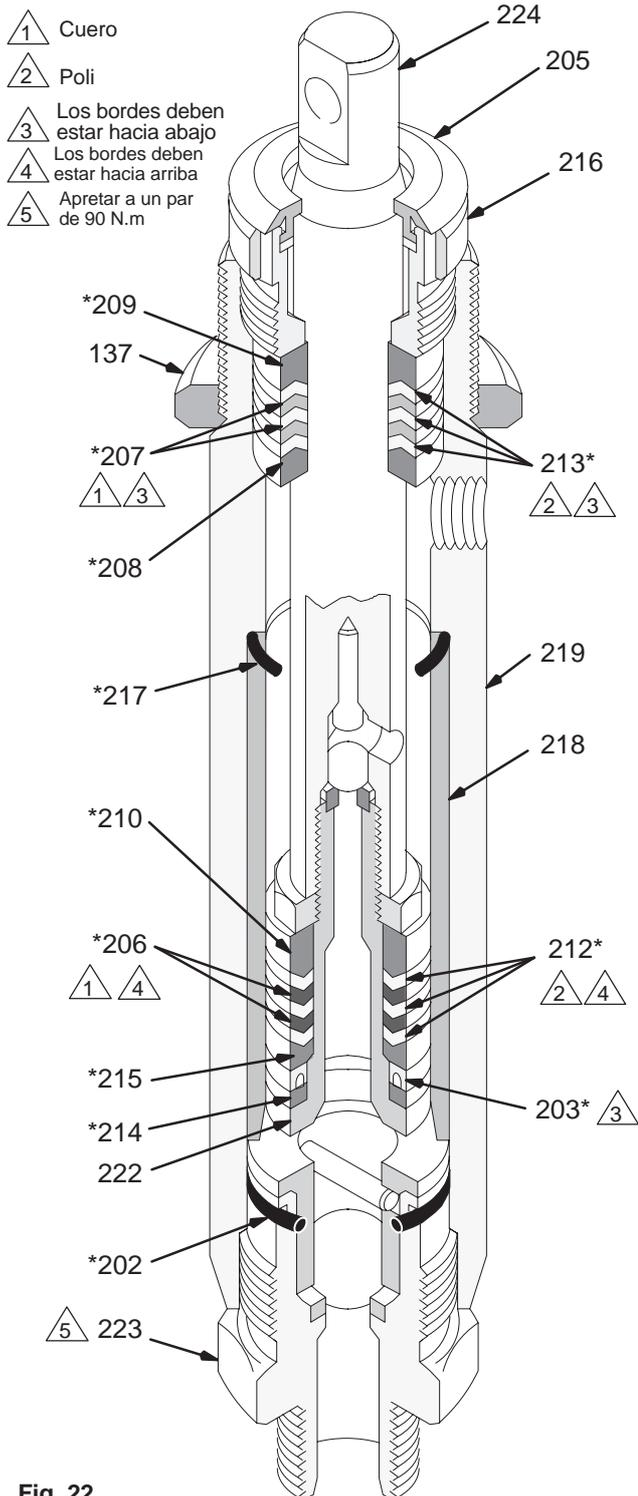

Fig. 22
5. Sujetar las partes planas del vástago del pistón (224) en un tornillo de banco. Aflojar el pistón (222). Desenroscar la tuerca (211) del pistón. Retirar los collarines (210*, 214*) y las guarniciones (212*, 206*, 203*) del pistón. Véase la Fig. 22.
- Verificar el vástago del pistón (224) y la parte interior de la camisa (218) para ver si hay rayaduras o arañazos. Si estas piezas están deterioradas, las nuevas empaquetaduras no obtendrán correctamente.
- Apilar las empaquetaduras del pistón en el pistón (222) tal como se muestra en la Fig. 22.
- Apretar la tuerca del pistón (211) en el pistón a un par de 1,2 N.m. para asentar las empaquetaduras y a continuación desenroscar y apretar manualmente.